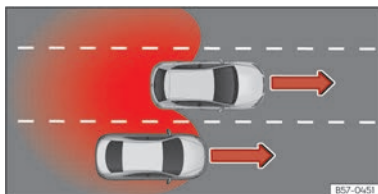

Abb. 151 Überholen auf der mittleren Spur und anschließender Wechsel auf die rechte Fahrbahn.
- Bei Überholung eines anderen Fahrzeugs »» (Abb. 151) mit einer Geschwindigkeitsdifferenz von ca. 10 km/h (6 mph). Erfolgt die Überholung wesentlich schneller, erfolgt keine Anzeige.